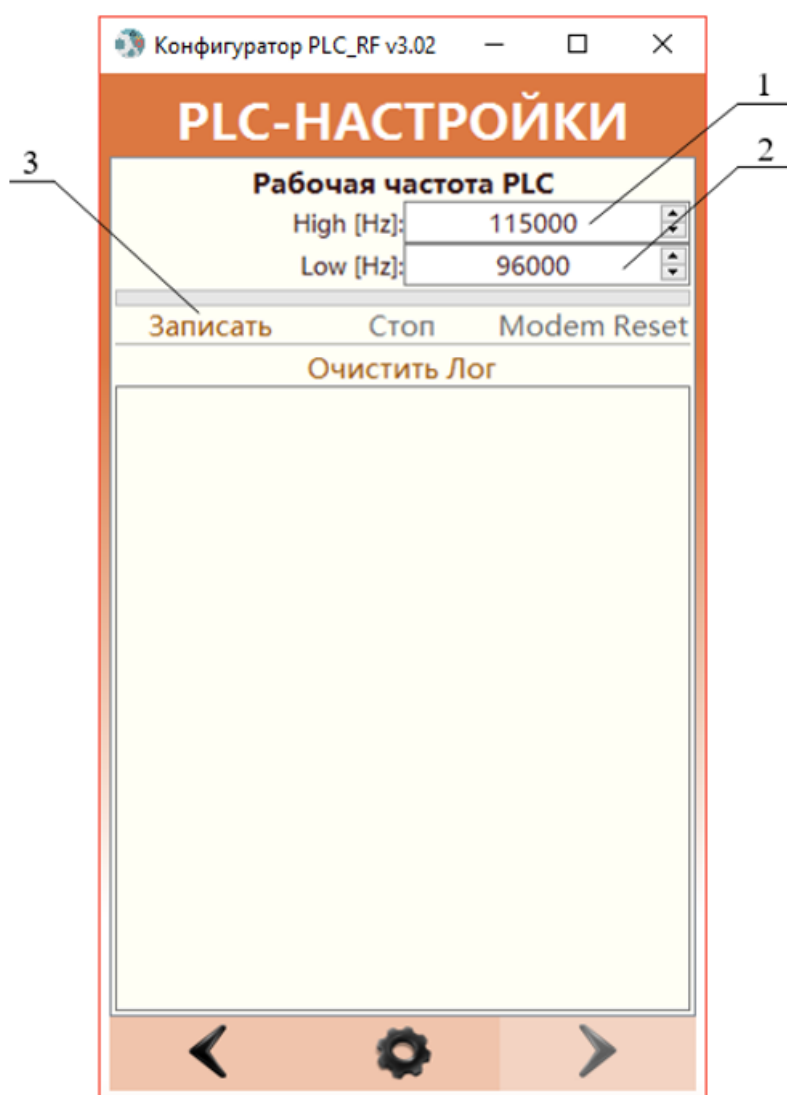

Рисунок 35 – Окно «PLC-настройки» для модулей PLC
13.2 Перейти в окно «PLC-настройки» (рис. 35) нажатием кнопки «Далее» (рис. 1 поз. 7), пролистнув окно «Сетевые настройки».
Таблица 18 – Элементы окна «PLC-настройки» и их функции (рис. 35)
13.4 Нажать кнопку записать, чтобы сохранить введенные данные (рис. 35 поз. 3).